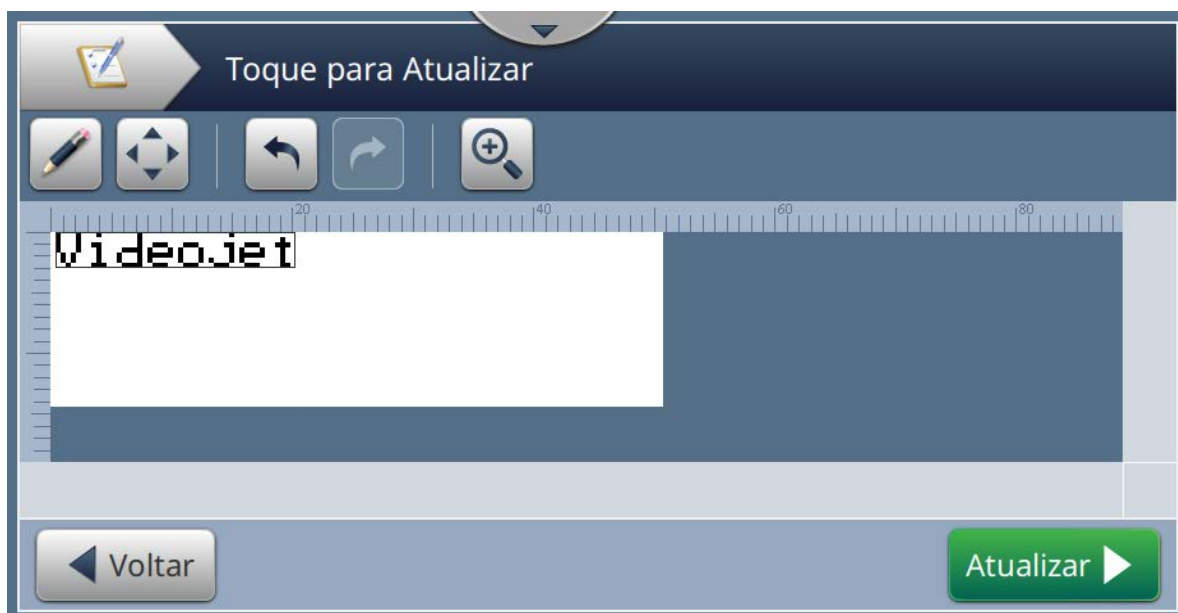

Figura 5-20: Editor de trabalhos
3. Para editar um campo solicitado pelo usuário, toque no campo e no botão,  como mostra a Figura 5-20.
5. Para mover o local do campo, toque o campo e botão , como mostra a Figura 5-20.